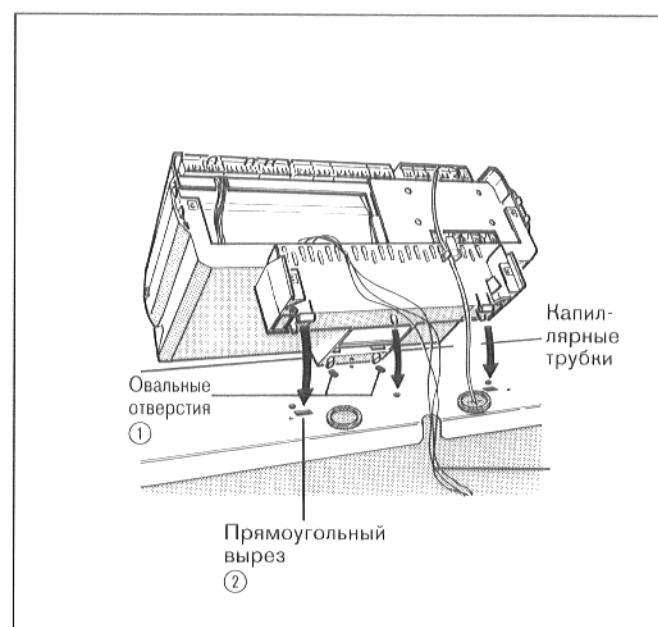

Рис. 23
- Насадить регулятор на передний кожух так, чтобы вставные крючки на нижней стороне регулятора вошли спереди в овальные отверстия ① (рис. 23).
- Вложить капиллярные трубы в вырез переднего кожуха (рис. 23).
- Продеть провод горелки и, при "Ecomatic-регулировании", провод датчика через резиновый ввод (рис. 23).
- Толкать регулятор в направлении вперед, при этом, давить регулятор до тех пор вниз, пока эластичные крючки не войдут в задние прямоугольные вырезы ② (рис. 23).